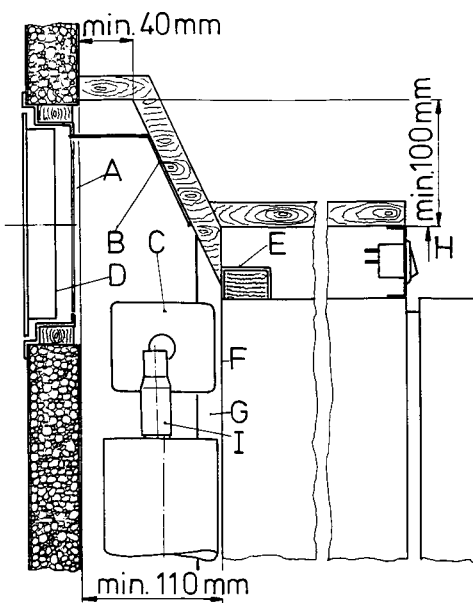
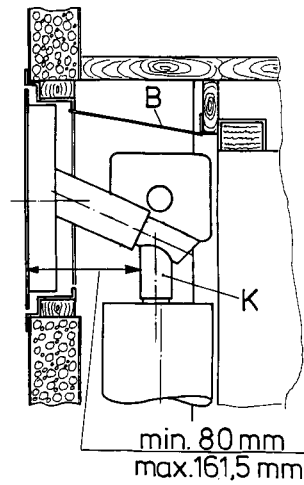

Fig. 6a
Fig. 6b
Het onderste opening moet zo dicht mogelijk bij de nisbodem aangebracht worden, het bovenste opening zo vermogelijk boven de condensator (C) van het koelaggregaat, doch tenminste als getoond in fig. 6b, of beter nog fig. 6a.